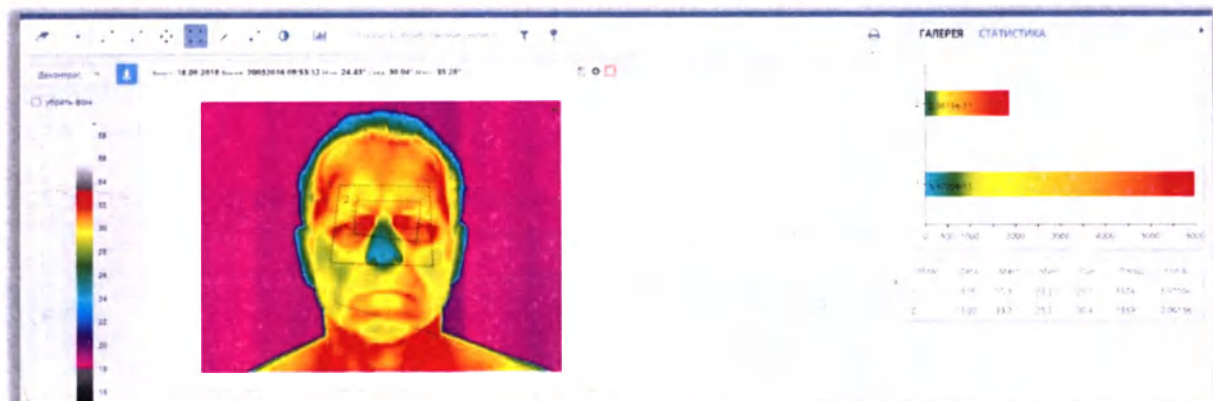

Рисунок 44. Функция «Многоугольник»
6. «Многоугольник» (Рисунок 44).